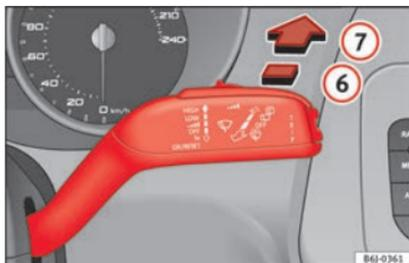

Fig. 96 Levier d'essuie-glace : essuie-glace arrière.
– Poussez le levier entièrement vers l'avant en position **6** »» **fig. 96**. L'essuie-glace fonctionne environ toutes les 6 secondes.
– Poussez complètement le levier vers l'avant en position **7** »» **fig. 96**. L'essuie-glace et le système de liquide lave-glace fonctionnent simultanément. Tant que vous maintenez le levier dans cette position, le lave-glace continuera à fonctionner.